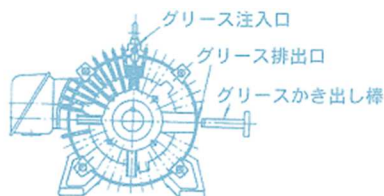
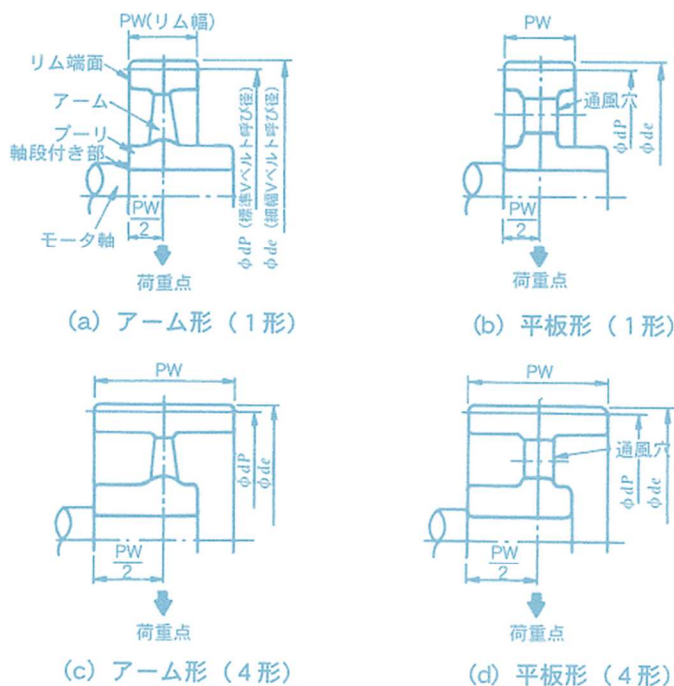

図2 グリース排出口
図4 モータ用Vプーリの取り付け
グリース交換形のモータは、保守に便利のように、グリース排出口を図2のように設けています。据え付けの際は、グリースのかき出し作業が行えるように、十分な空間をとってください。
- (1) モータ用Vプーリは、モータの通風冷却を妨げないようにするため、図4のようなアーム形を標準としています。従って、平板形を使用する場合は、図2のようにできるだけ大きな通風穴を開けてご使用ください。
- (2) モータにVプーリを取り付ける場合は、モータ軸段付き部及び軸受に加わる荷重を最小にするため、Vベルトの張力による軸の荷重点をできるだけモータ側にもってくる必要があります。従って、Vプーリのリム端面は、図4のように軸段付き部と同一面になるように取り付けてください。